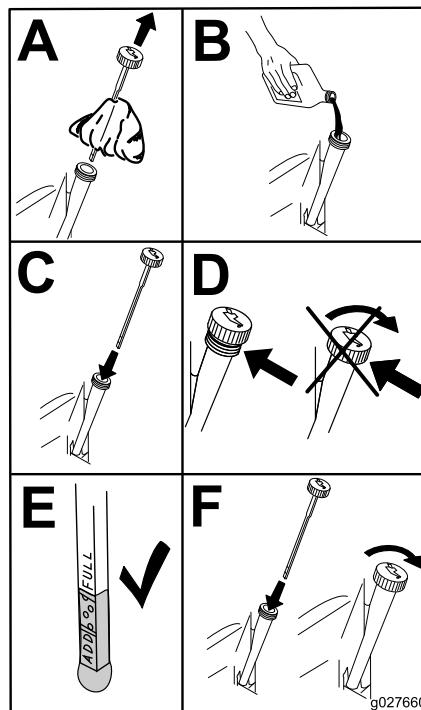

Figura 41
4. Deite cerca de 80% do óleo especificado no tubo de enchimento e adicione lentamente o óleo adicional para atingir a marca **Full (cheio)** (Figura 41).